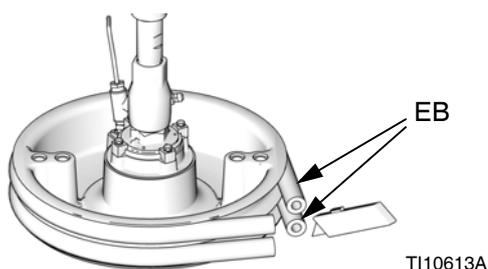

FIG. 19
- Placer le sectionneur (M) sur OFF.
- Pour remplacer des racleurs (EB) usés ou endommagés, soulever le cylindre pour le sortir du fût. Retirer le fût de son embase. Essuyer le fluide qui se trouve sur le cylindre.
- Couper les racleurs supérieur et inférieur à l'aide d'un couteau et les retirer du cylindre. Voir la FIG. 19.